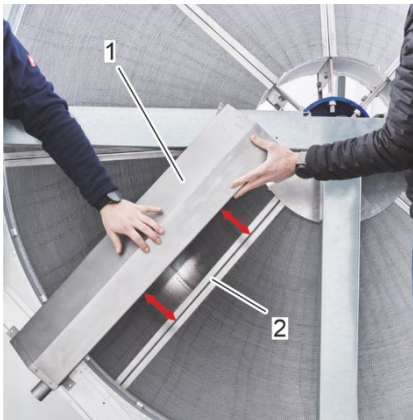
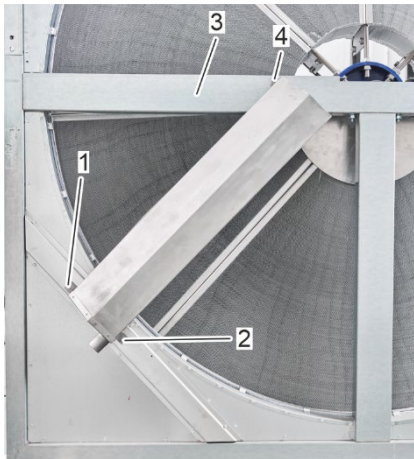

Abbildung 52: Parallelität der Auffangschale prüfen
Abbildung 54: Bohrlöcher der Auffangschale
5. Vor dem Anbringen der Tropfschale (Abbildung 52/1) die Parallelität zwischen der Tropfschale (Abbildung 52/1) und dem Rotorsegment (Abbildung 52/2) prüfen und gegebenenfalls anpassen.
Es ist hilfreich, die Auffangschale (Abbildung 52/1) vor der Befestigung mit geeigneten Klammern am Querträger (Abbildung 54/3) und am Querträger (Abbildung 53/1) des Rotorrahmens zu befestigen, damit sie beim Verschrauben nicht verrutscht.
6. Befestigen Sie die Auffangschale (Abbildung 53/3) mit selbstschneidenden Schrauben (Abbildung 53/2) am Querträger (Abbildung 53/1) und am Querträger (Abbildung 54/3) des Rotorrahmens unter Verwendung der vorhandenen Bohrungen (Abbildung 54/1,2,4).